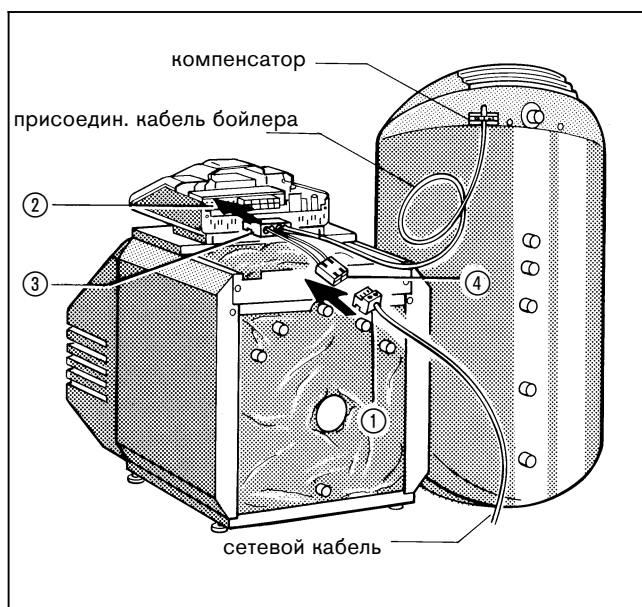

Рис. 11
- Вынуть сетевой кабель ① из разъема ② системы регулирования котла (рис. 11).
- Размотайте подсоединительный кабель бойлера и вставьте штекер в разъем ③ системы управления котла (рис. 11).
- Вставьте штекер ① сетевого кабеля в гнездо ④ на присоединительном кабеле бойлера (рис. 11).